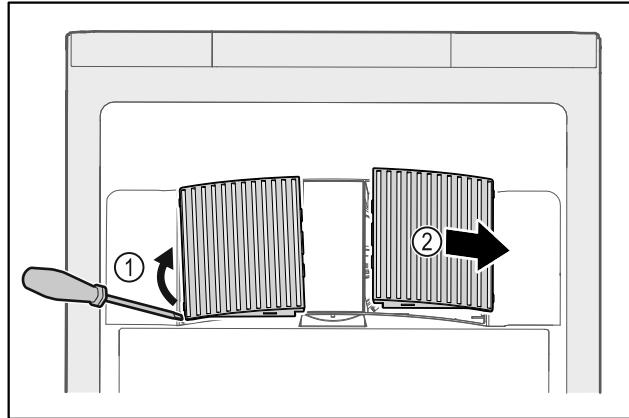

Fig. 171
- ▶ Αναμοχλέψτε προσεκτικά από το πλάι τα καλύμματα του ανεμιστήρα Fig. 171 (1) και αφαιρέστε τα προς τα εμπρός Fig. 171 (2).